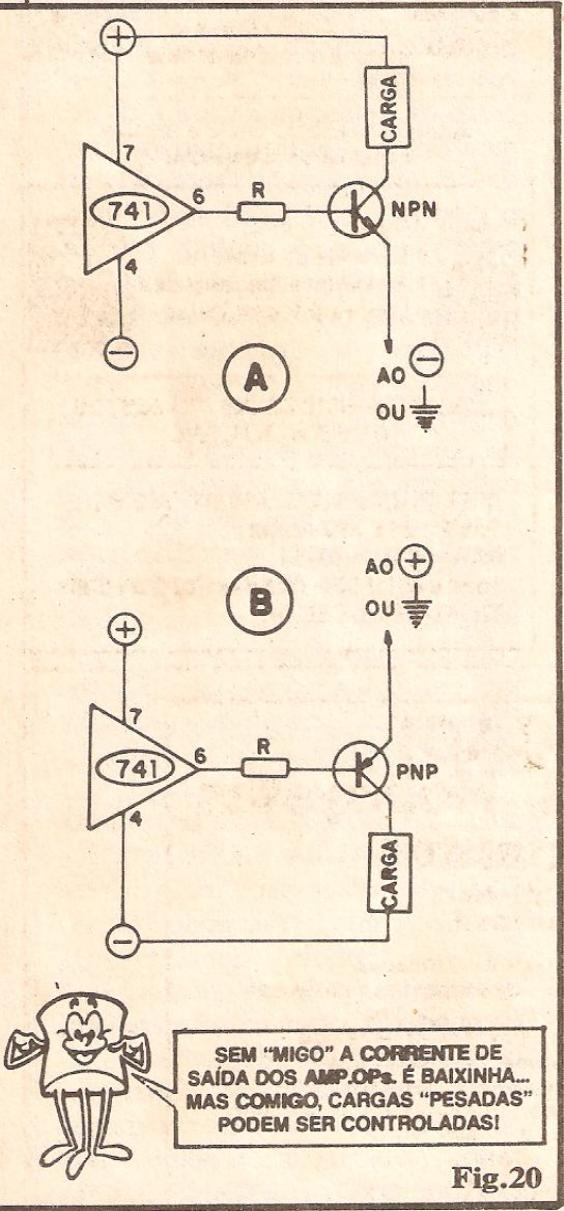

Fig.20
**FIG. 20 - ACIONANDO CARGAS DE ALTA CORRENTE** - LEDs se "contentam" com os meios 5 mA que o 741 pode "fornecer" ou "puxar", entretanto, se desejarmos acionar cargas que demandem Correntes substanciais, precisaremos da interveniência de um... **amplificador de Corrente**... A quem vamos recorrer, para tal feito...? Justamente a quem "nasceu pra isso": o TRANSÍSTOR! Nas figuras 20-A e 20-B temos dois arranjos típicos, sendo que no primeiro a carga receberá Corrente quando o pino 6 do 741 estiver "positivado" (em pelo menos 0,6V, lembrem-se, que constitui o "degrau" fundamental de Tensão para o chaveamento de um transístor bipolar...), enquanto que no segundo, a carga só receberá Corrente quando a Saída do 741 se "negativar" (também por pelo menos 0,6V...). Observem que em 20-A o transístor "reforçador de Corrente" deve ser de polaridade NPN, enquanto que